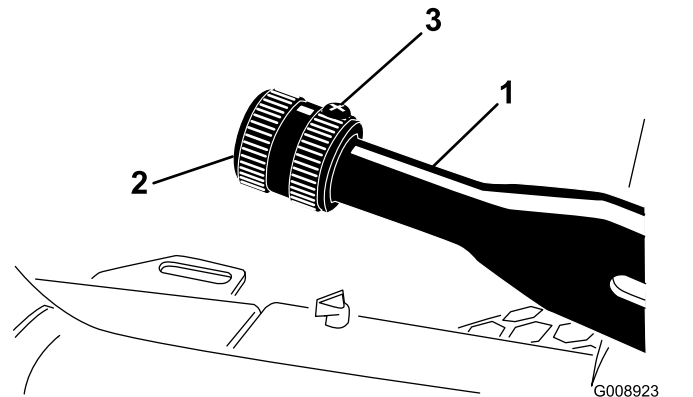

Figura 69
1. Desaperte o parafuso de afinação que fixa o manípulo à alavanca do travão de estacionamento (Figura 69).